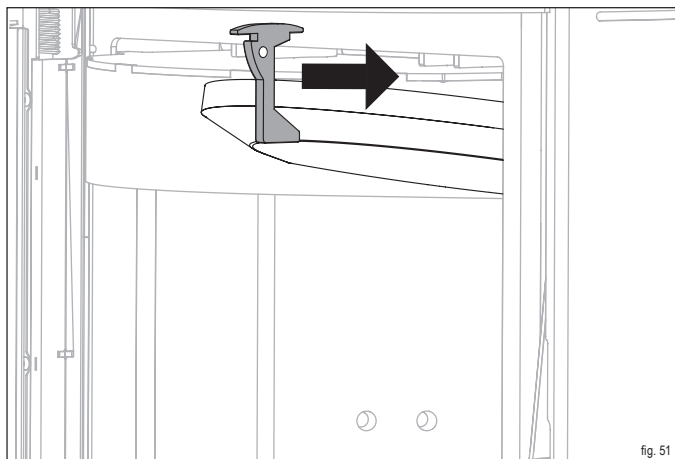

fig. 51
- ▶ Spingere in avanti il supporto della pietra termica (fig. 51).